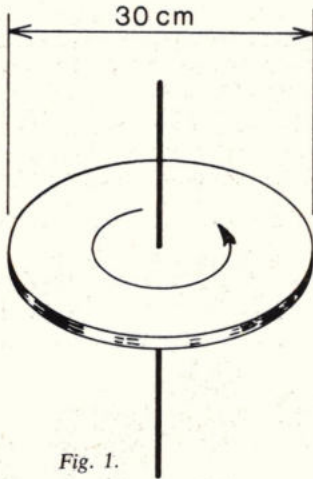

Fig. 1.
1. Een ronde schijf met een diameter van 30 cm draait met een hoeksnelheid van 60 rad. per seconde. (zie fig. 1) Aan de omtrek bevindt zich een deeltje met een massa van 4 mg. Bepaal de kinetische energie van dit deeltje.